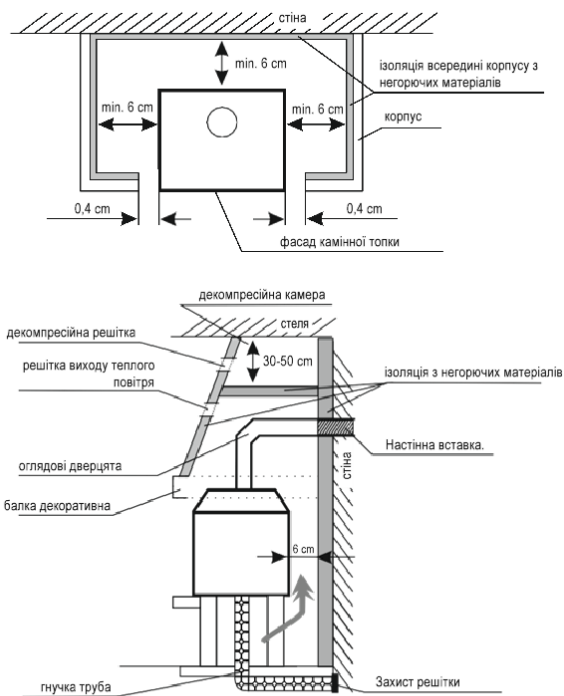

Рис.3. Приклад установки камінних топок - вид зверху і збоку.
- забезпечити конвекцію повітря між стінками топки і стінками корпусу. Для цього слід між ізоляцією стін корпусу, виконаного з негорючих матеріалів, та ребрами камінної топки залишити простір, шириною мін. 6 см (рис. 3),